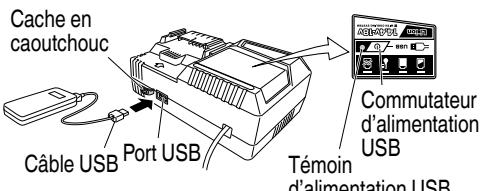

Fig. 8
(2) Mettez le commutateur d'alimentation USB sur marche (Fig. 8)
(3) Connectez le câble USB. (Fig. 8)
- Mettez le commutateur d'alimentation USB sur arrêt et débranchez le câble d'alimentation de la prise électrique. (Fig. 8)